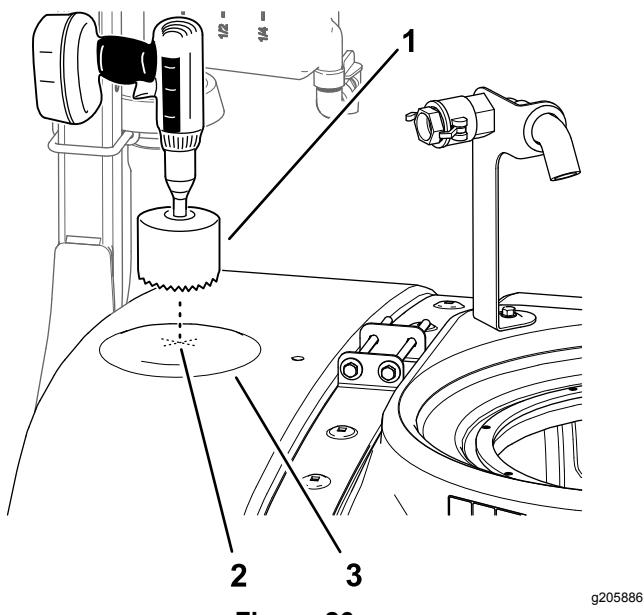

Figura 26
- Localize o local frontal na parte superior do depósito como se mostra na Figura 26.
- Utilize uma broca de 9 cm para fazer um furo na marca de perfuração (Figura 26).